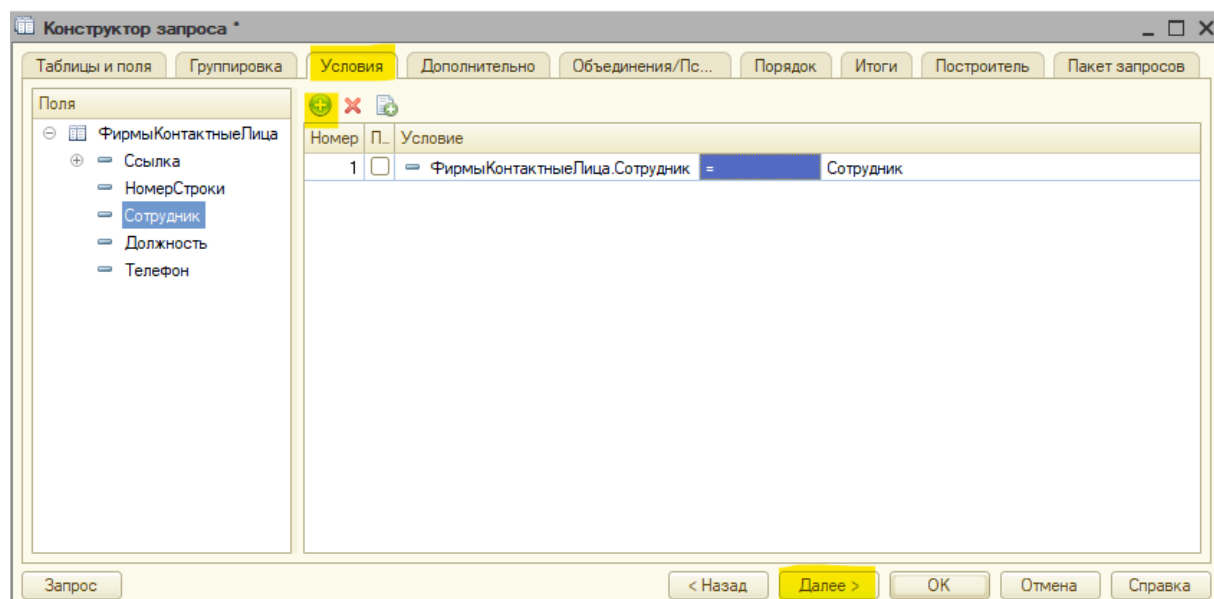

Рис. 5.45. Условия запроса
- вкладка **Условия**. Поле сотрудник приравнивается в соответствующему полю табличной части справочника Фирмы. (рис. 5.45);